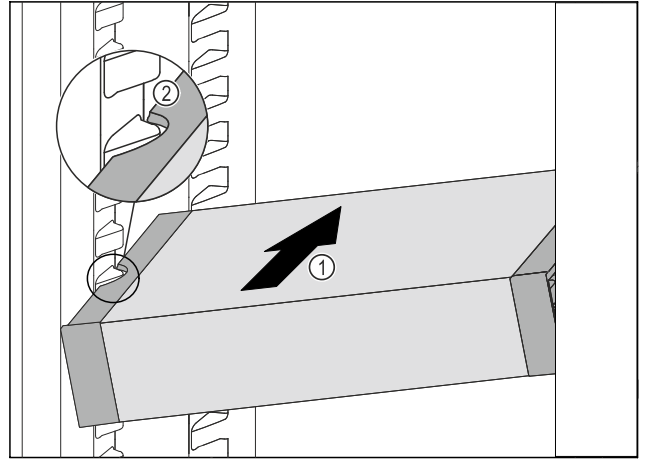

Fig. 52
- Вставити VarioSafe під кутом в охолоджувальне відділення Fig. 52 (1), доки бокові поглиблення Fig. 52 (2) VarioSafe не будуть на рівні ребра для резервуара в охолоджувальному відділенні.